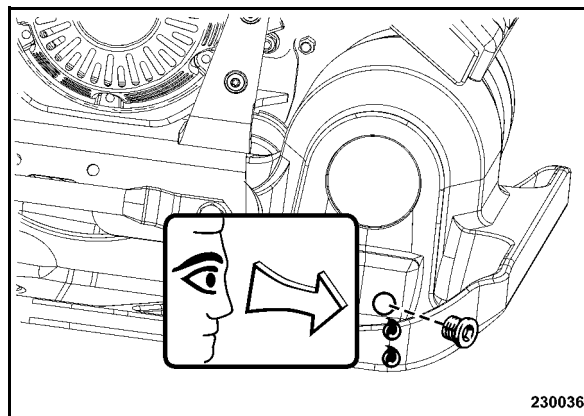

рис. 52
- Вывинтить винт (рис. 52) и проверить уровень масла.